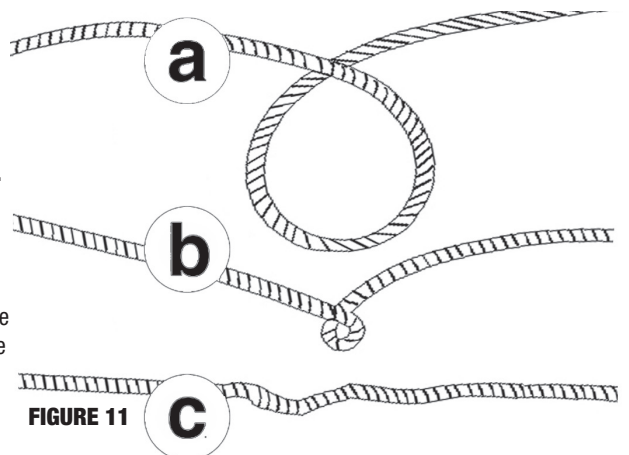

FIGURE 11
Étape 1 Suivez le schéma des circuits électriques (FIGURE 11). Boulonnez le disjoncteur au côté borne du fil de batterie rouge 6 GA qui est raccordé en usine au solénoïde en boîtier scellé. Raccordez ensuite le disjoncteur à la borne positive de la batterie.
- 5. EMPÊCHEZ LE CÂBLE MÉTALLIQUE DE SE VRILLER AVANT QUE CELA NE SE PRODUISE. (FIGURE 11)**